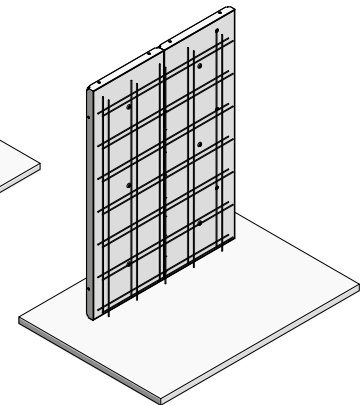

Fig. 20.2
2. Installer le premier côté du coffrage (Fig. 20.1 et XT-4 et XT-5), exécuter les travaux de ferrailage (Fig. 20.2).